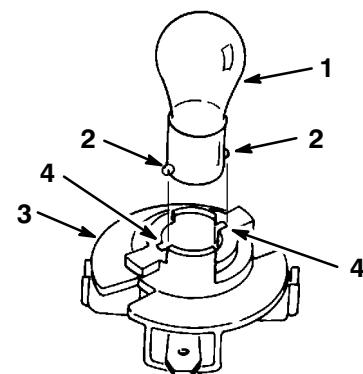

Abbildung 20
4. Die Birne hereindrücken, im Gegenuhrzeigersinn bis zum Anschlag drehen (ca. 1/4 Umdrehung) und aus der Birnenfassung herausnehmen (Abb. 20).
1. Die Glühbirne hat Metallstifte an der Seite ihrer Basis. Die Stifte auf die Schlitze in der Birnenfassung ausrichten und die Basis in die Fassung einsetzen (Abb. 20). Die Birne hereindrücken und bis zum Anschlag im Uhrzeigersinn drehen.